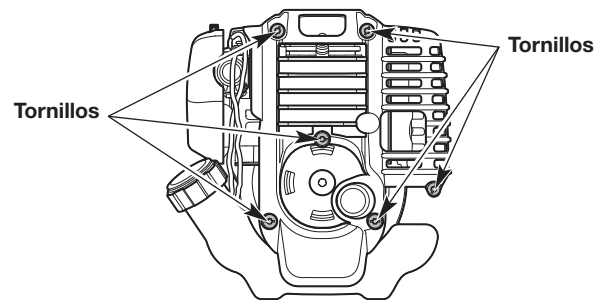

Fig. 27
2. Extraiga los seis (6) tornillos de la tapa del motor con un destornillador de cabeza plana o un destornillador T-25 Torx (Fig. 27). Extraiga la tapa del motor.